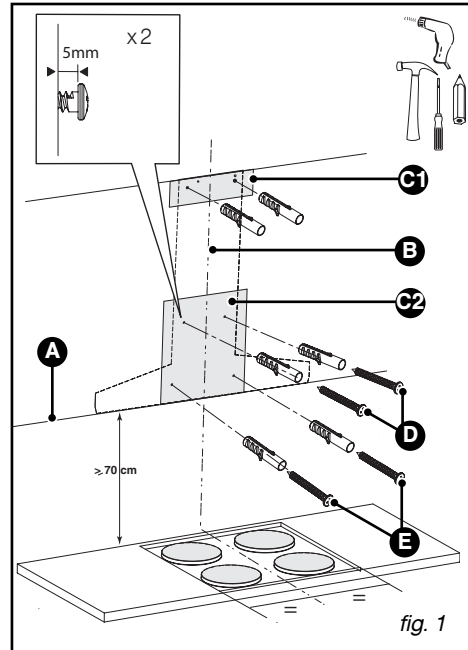

fig. 1
– Tracez un trait horizontal à 70 cm minimum du plan de cuisson (A/fig.1).
– Tracez un trait vertical (B/fig.1) sur le mur, centré par rapport au plan de cuisson et allant du plafond jusqu'en limite du trait horizontal précédent (A).
– Découpez le gabarit de perçage suivant les pointillés indiqués pour obtenir 2 parties, C1 et C2 (fig.1).
– Placez le gabarit C2 (fig. 1) sur le mur en superposant le trait représentant l'axe de la hotte sur le trait vertical B (fig.1) tracé précédemment .
– Placez le gabarit C1 (fig. 1) contre le mur et en butée contre le plafond.
– Vissez les deux vis du haut de la hotte (D/fig.1) en les laissant dépasser de 5 mm.
– Fixez contre le mur, en appui sur le plafond, le support de cheminée métallique avec les deux vis (fig. 1).